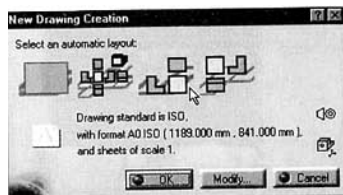

图 1
一个零件用零件设计模块设计完成后, 不要关闭窗口, 用鼠标点击 Start→Mechanical Design→Drafting, 就会显示图 1 的生成新视图对话框。
CATIA 产生工程图的方法有两种, 一种为自动产生工程图, 另一种为指定产生工程图。在图 1 中所示的四组图中, 依次为 EMPTY SHEET、七视图、左三视图、右三视图, 下面我分别进行介绍。
(1) 自动产生工程图 自动产生工程图有三种表达形式, 如图 1 新视图对话框所示, 内容包括七视图、左